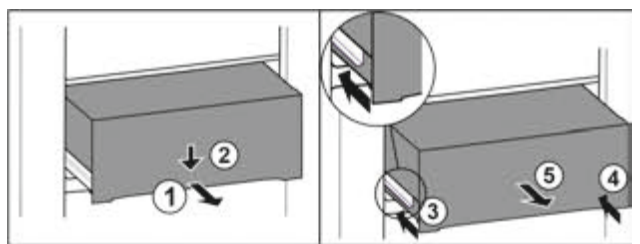

Fig. 64
- ▶ Витягнути ящик на половину. Fig. 64 (1)
- ▶ Спрямуйте висувний ящик вниз спереду. Fig. 64 (2)
- ▶ Вставте ліву рейку приблизно на 2 см. Fig. 64 (3)
- ▶ Вставте праву рейку приблизно на 2 см. Fig. 64 (4)
- ▶ Вийняти висувний ящик рухом вперед. Fig. 64 (5)